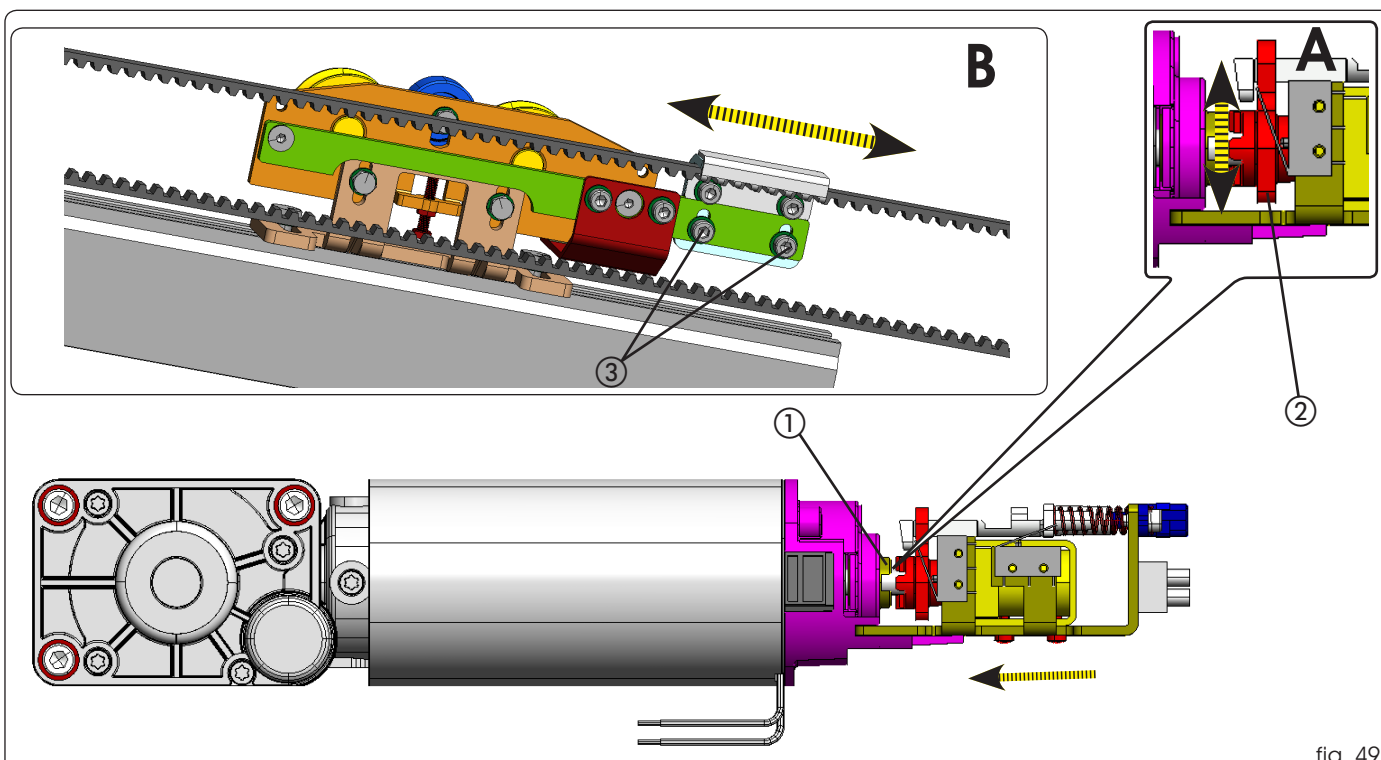
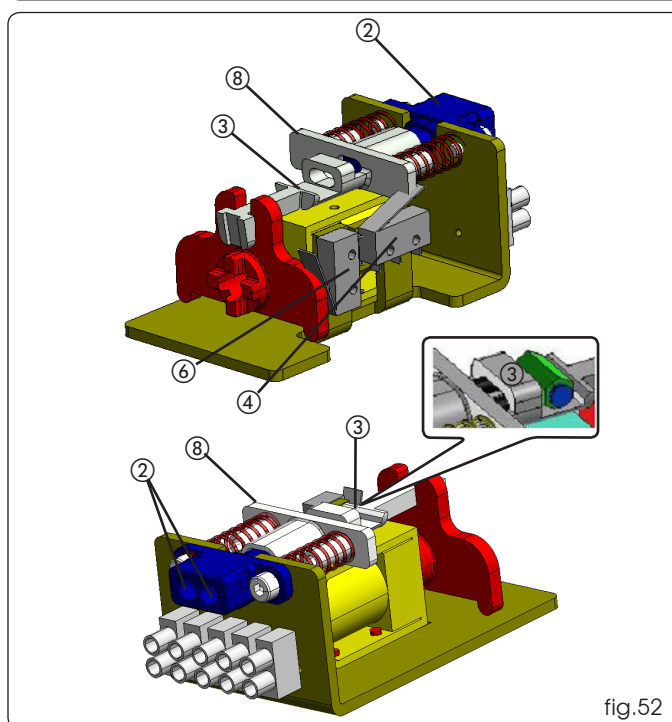

fig. 49
fig.52
- Duw het hendeltje met de hand (fig. 49 ref. ①) naar de aandrijfas, en controleer daarbij of hij goed aankoppelt, zoals in fig. 49 ref. A).
- Beweeg het hendeltje in verticale zin (fig. 49 ref. ②) en controleer of er speling zit tussen de aandrijfas en de motorblokkering. Als er geen enkele speling is, handel dan als volgt:
- Draai de twee schroeven los (fig. 49 ref. B ③) waarmee de riembevestiging op de loopSchlitten vast zit (op beide loopSchlitten in geval van dubbele vleugels).
- Breng de kabel inclusief kabelmantel naar onderdeel ② van fig. 52 en knip de rest van de kabelmantel eraf.
- Haal de kabel (fig. 52) door onderdeel ②, en zorg dat de kabelmantel er tegenaan komt.
- Steek de kabel in de klem (fig. 52 ref. ③).
- Trek het onderdeel ⑧ er tegenaan (door de veren in te drukken) en draai de schroef van de klem ③ vast om de staalkabel vast te zetten.
- Controleer of de aankoppeling van de motorblokkering los is van de aankoppeling van de aandrijfas (fig. 49 ref. A).
Als er een externe ontgrendeling moet worden geïnstalleerd, gebruik dan speciale sleutelschakelaars. Steek de ontgrendelkabel in de zitting in de motorblokkering fig.52 rif. ②.